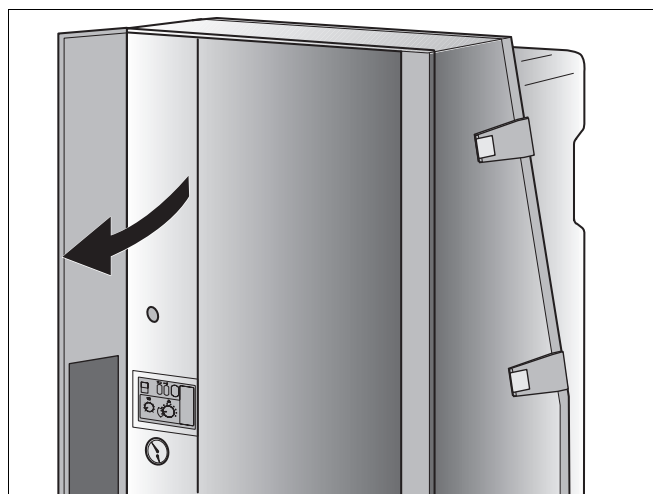

Abb. 2 Abdeckung des Bedienfeldes
- Abdeckung des Bedienfeldes öffnen (Abb. 2).